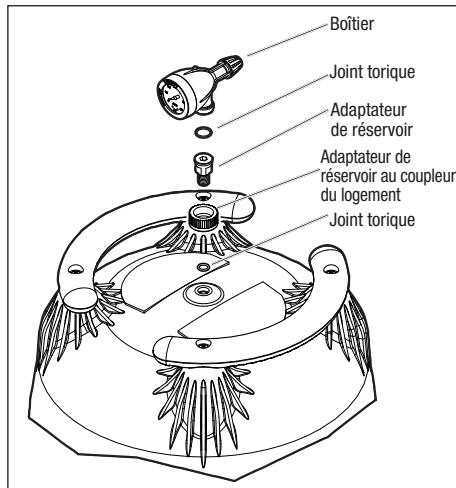

Figure 5. Ensemble manomètre/soupe de décharge d'air
- a. Placer le joint torique le plus petit et le plus épais sur le filetage de l'adaptateur du réservoir, voir la Figure 5. Faire glisser l'adaptateur de réservoir à travers l'écrou d'accouplement et dans le couvercle du réservoir de filtre. Utiliser les surfaces plates sur l'adaptateur de réservoir pour serrer. Ne pas trop serrer.
9. Soutenir les tuyaux d'entrée/sortie indépendamment pour éviter toute contrainte excessive sur la vanne du filtre à deux (2) ou trois (3) ports de dérivation.